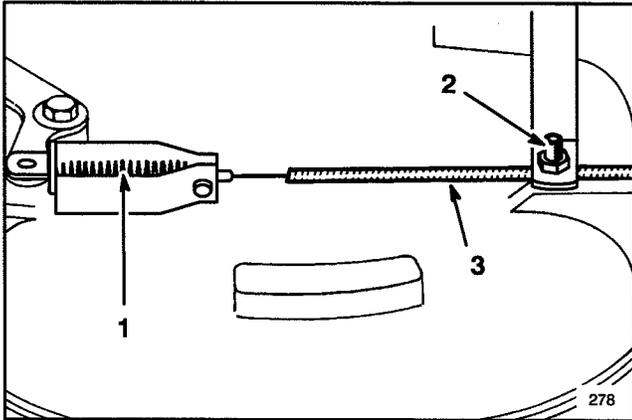

Figure 30
2. Desserrer la vis de serrage du câble jusqu'à ce que la gaine du câble puisse coulisser (Fig. 30). Tirer sur le câble pour le tendre, mais sans tendre le ressort. Resserrer la vis pour fixer le réglage.